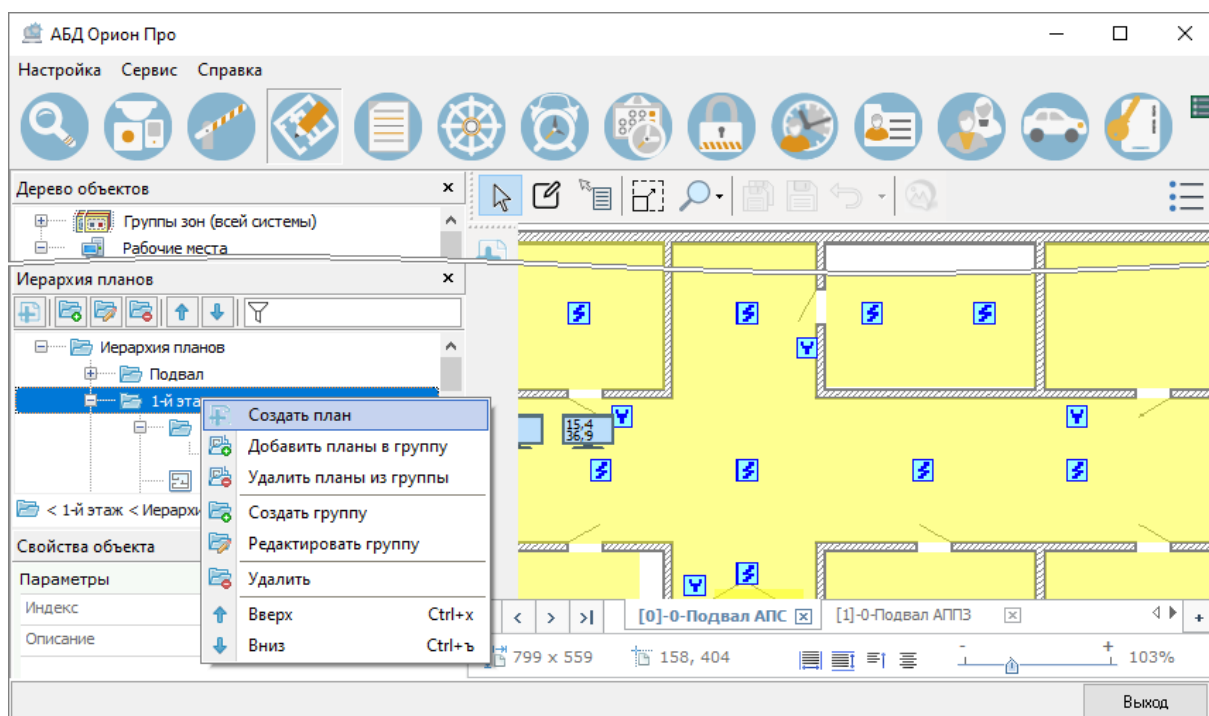

Рисунок 6-543 Инициализация создания плана из контекстного меню группы планов в панели иерархии планов
- либо на панели иерархии планов вызовите контекстное меню (см. п. 6.3.4.1.2.3) для той группы планов, в которую будет включен добавляемый план, и выберите в нем пункт « Создать план» (см. Рисунок 6-543).